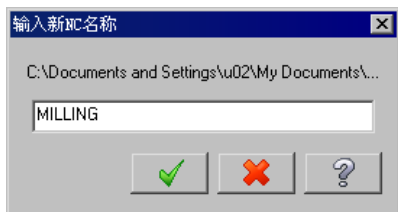

图 8.4.1 “输入新 NC 名称”对话框
Step1. 选择下拉菜单 **刀具路径(T)** → **曲面粗加工(R)** → **粗加工挖槽加工(K)...** 命令,系统弹出图 8.4.1 所示的“输入新 NC 名称”对话框,采用系统默认的 NC 名称,单击 按钮。